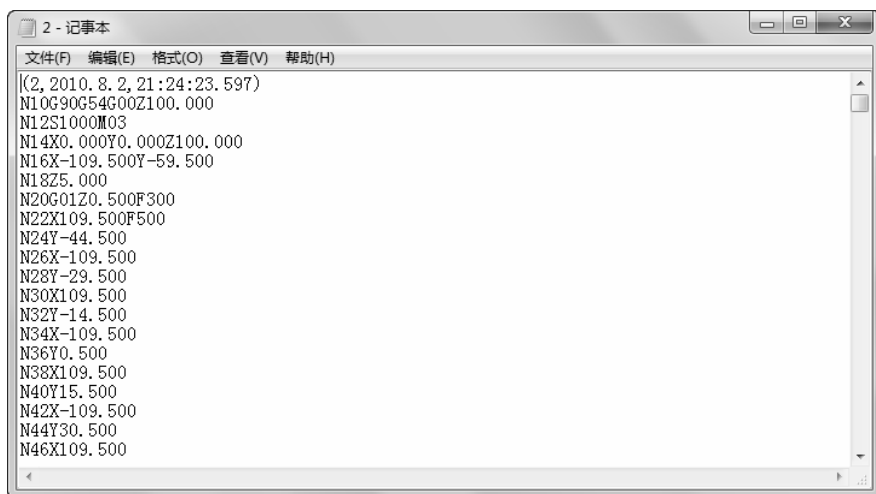

图 2-79 生成的数控代码
2) 输入文件名后选择“保存”按钮,系统提示“拾取加工轨迹”,应按顺序依次拾取加工轨迹。当拾取到加工轨迹后,该加工轨迹变为被拾取颜色。鼠标右键结束拾取,系统即生成数控程序。该程序生成在“记事本”文件上,如图 2-79 所示。拾取时可使用系统提供的拾取工具,可以同时拾取多个加工轨迹,被拾取